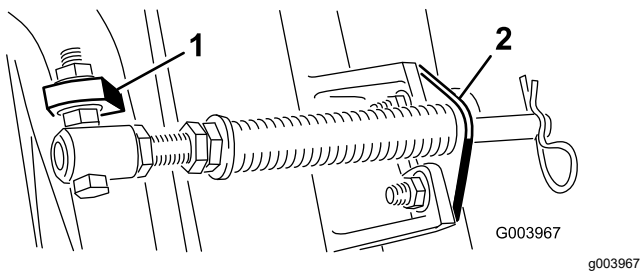
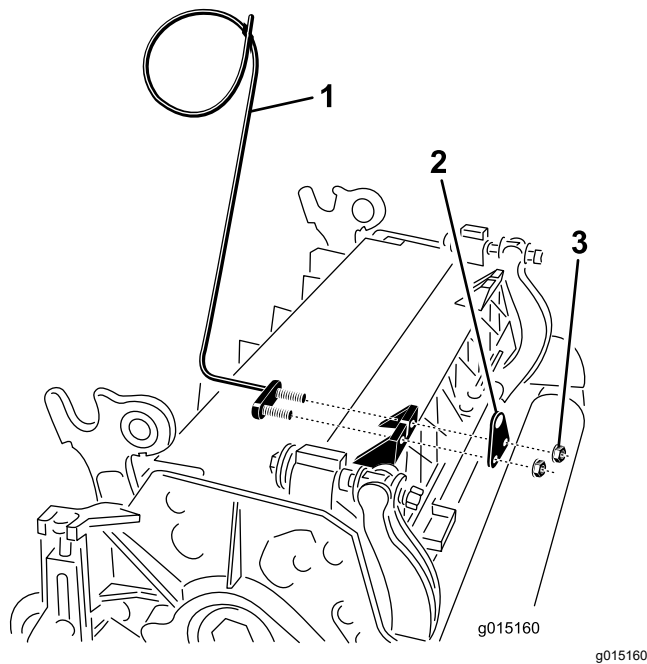

Figura 11
Figura 13
Nota: Coloque la cabeza del perno en el exterior de la pestaña, según se muestra en Figura 11.
E. Monte el soporte de la varilla en las pestañas de la unidad de corte con los pernos de cuello cuadrado y las tuercas (Figura 11). En la unidad de corte, monte la guía de las mangueras de la izquierda en la parte delantera de las pestañas de la unidad de corte al instalar el soporte de la varilla (Figura 13).